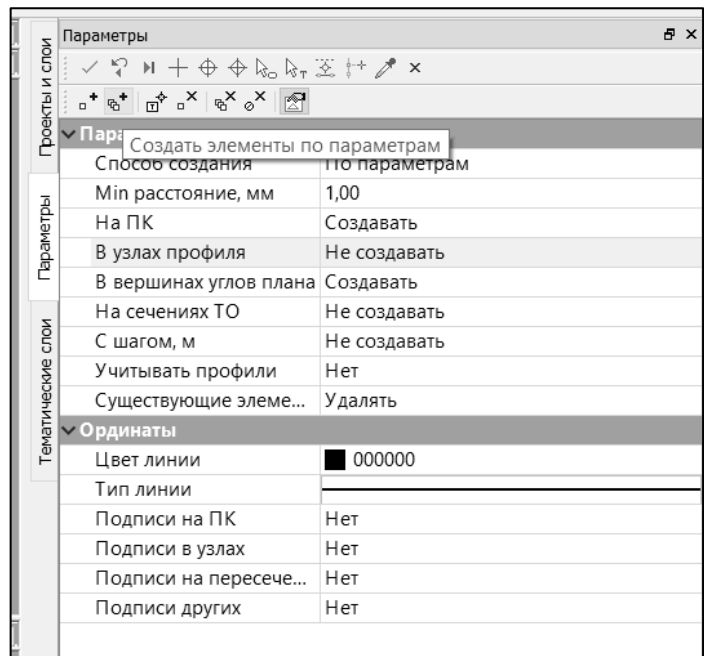

Рис. 7.2. Параметры создания ординат
6. Создайте ординаты от черного профиля. Для этого выберите команду ИСХОДНЫЕ ПРОФИЛИ – ДАННЫЕ ОТ ЧЕРНОГО ПРОФИЛЯ – ОРДИНАТЫ. В окне параметров введите параметры согласно рис. 7.2. На локальной панели инструментов нажмите кнопку СОЗДАТЬ ЭЛЕМЕНТЫ ПО ПАРАМЕТРАМ.